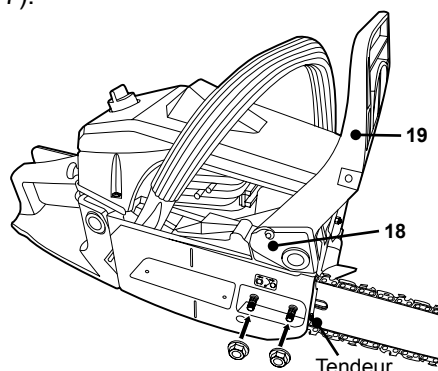

Fig. 7
- > Fixez de nouveau la protection avant/frein de chaîne [19/18] en insérant les boulons dans les orifices. Assurez-vous que le tendeur soit inséré dans l'orifice inférieur sur le guide-chaîne. Refixez les écrous de serrage uniquement à la main pour cette étape (Fig. 7).